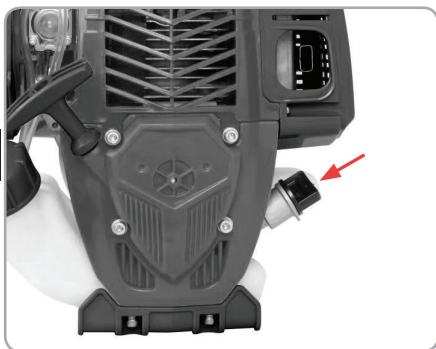

Fig.6
- Alimentarea cu ulei Fig. 6:**